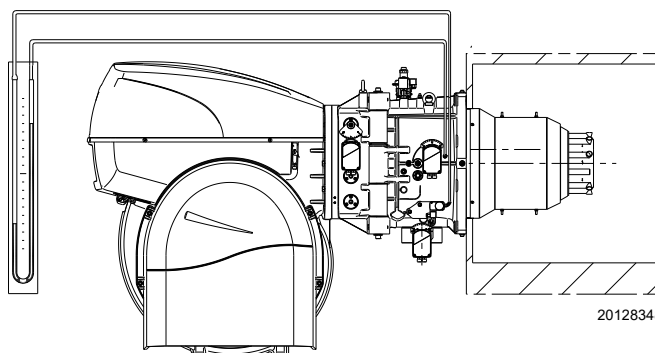

Abb. 29
- Montieren Sie ein U-Rohr-Manometer oder einen Differenzdruckmesser (Abb. 29), mit Entnahmestelle (+) am Gasdruck der Muffe und (-) in der Brennkammer. Damit soll annäherungsweise die Höchstleistung des Brenners ermittelt werden.
Das U-Rohr-Manometer (Abb. 29) zeigt den Gaseintritt an der Muffe an.